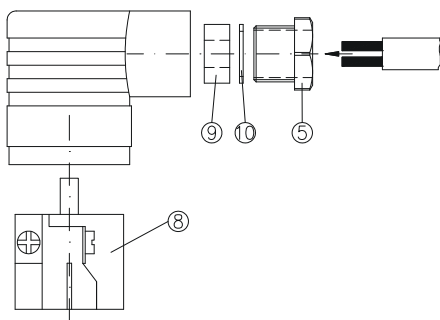
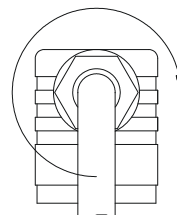

Abb. 5.2.4
Abb. 5.2.5
- ↪ Führen Sie die Anschlussleitung durch die Kabelverschraubung ⑤, den Druckring ⑩ und den Gummieinsatz ⑨ in die Leitungsdose ein (→ Abb. 5.2.4).
- ↪ Drücken Sie das Innenteil ⑧ bis zum Einrasten in die Leitungsdose ②.
- ↪ Stecken Sie die Zentralschraube ⑥ in die Leitungsdose ② und ziehen Sie die Kabelverschraubung ⑤ an (→ Abb. 5.2.5).